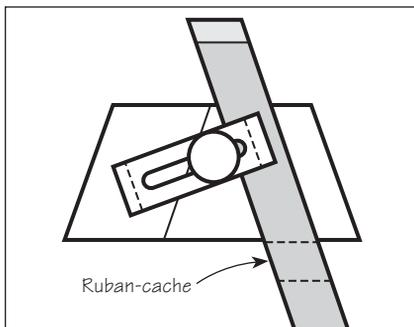

Figure 2 : Utilisation de ruban-cache pour faciliter le positionnement de la plane afin d'obtenir le même arrondi.
4. Avant d'enlever la plane du guide pour en affûter l'autre côté, faire un trait au crayon sur la largeur de la lame, le long de la base du guide. Un bout de ruban adhésif ou de ruban-cache peut aussi faire l'affaire. Voir la **figure 2**.